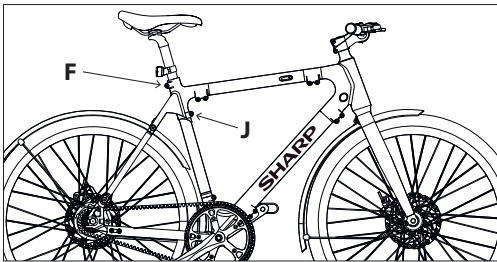

Abbildung 3-1
- a. Lösen Sie die Schrauben [F] und [J] in eine gegen den Uhrzeigersinn Richtung mit einem 5 mm Inbusschlüssel, setzen Sie die Sattelstütze in den Rahmen ein, wie in [Abbildung 3-1] gezeigt.